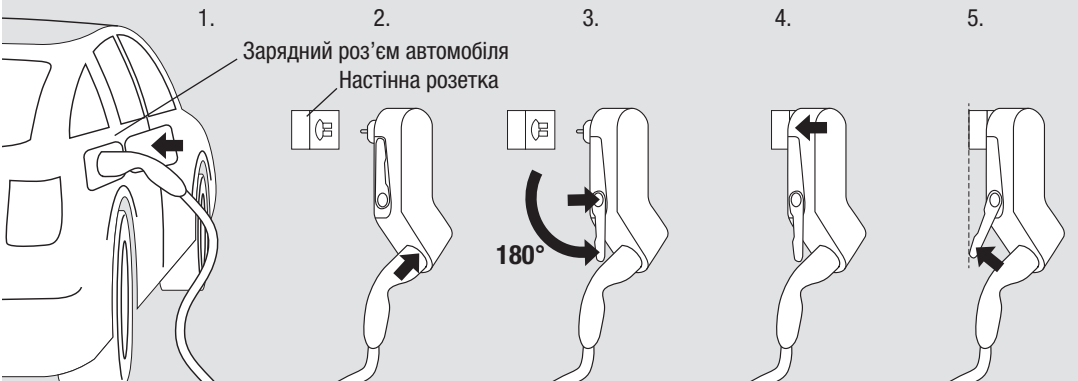

Рис. 2: Посадковість заряджання
- Використовуйте мобільну док-станцію (Mobility Dock) на настінній розетці лише у підвішеному вертикальному положенні та з опорою, щоб уникнути вантаження на саму розетку (див. малюнок Рис. 2). Значні навантаження можуть пошкодити мобільну док-станцію (Mobility Dock) та/або розетку.
- Не підключайте мобільну док-станцію до розетки, якщо зарядний штекер не буде зафіксованим у розетці типу 2 (C). В іншому випадку можна пошкодити розетку.
Мобільна док-станція (Mobility Dock) — це екстрений портативний зарядний пристрій, що працює у Режимі 2 і слугує для періодичного використання. Постійне використання можливе тільки в безпечному, нерухомому та вертикальному положенні. Експлуатація дозволяється лише з настінними розетками, що відповідають механічним та електричним вимогам (див. рис. 2, крок 5)!